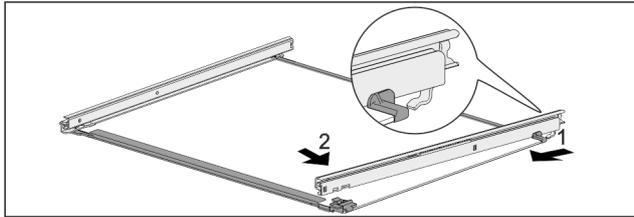

Fig. 121 Стъклена плоча с релси
- ▶ Закачете релсата отзад. *Fig. 121 (1)*
- ▶ Фиксирайте релсата отпред. *Fig. 121 (2)*